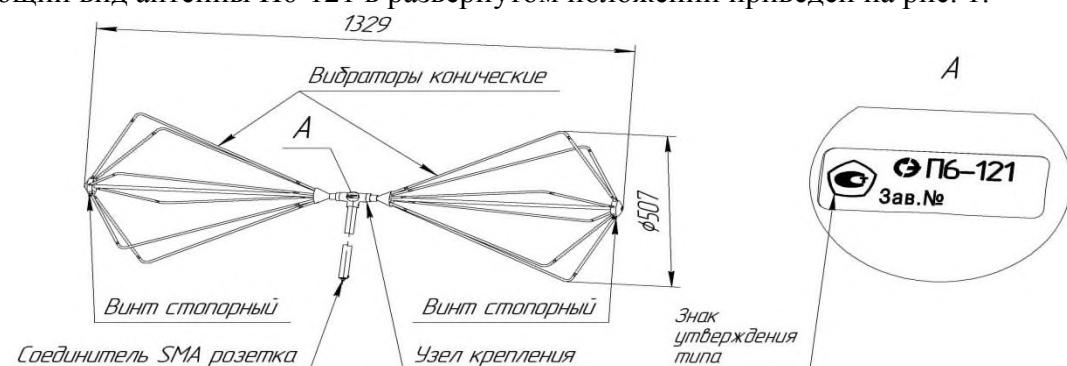

Рисунок 1 – Общий вид антены П6-121 в развернутом положении.
Общий вид антены П6-121 в развернутом положении приведен на рис. 1.
5.2.2 Монтаж складной антенны П6-121 производится в соответствии с рис. 1 в следующей последовательности: